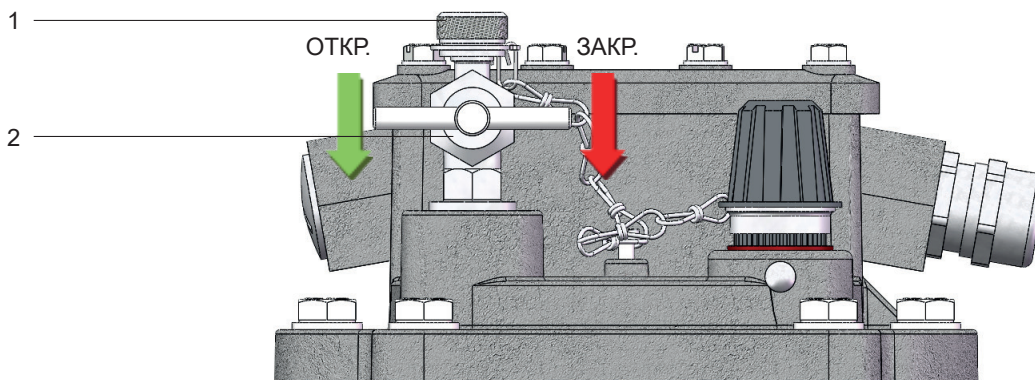

Рис. 11 - Клапан для выпуска воздуха
- Отвинтить малую колпачковую гайку (рис. 11/ № 1) с клапана для выпуска воздуха (11/ № 2) и открыть клапан для выпуска воздуха (вращать против часовой стрелки).